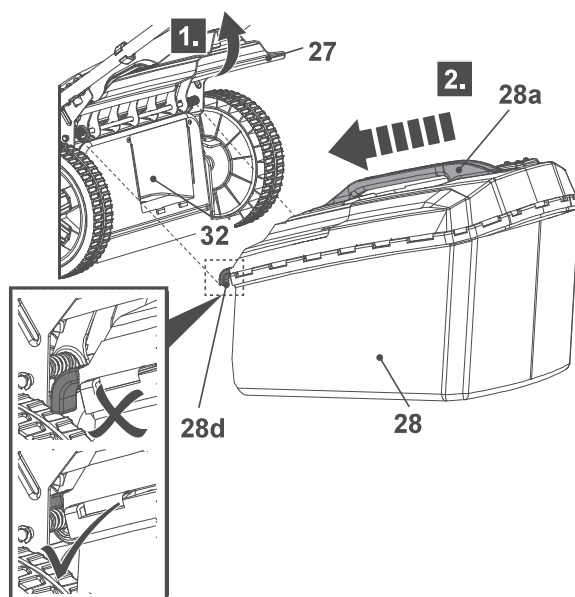

Fig. 5
4. Abra a proteção defletora traseira (27) e fixe-a na posição (Fig. 5, passo 1).
6. Alinhe os ganchos (28d) com a mola da barra e pendure o recipiente de recolha de relva na mesma (Fig. 5, passo 2).
7. Depois, solte cuidadosamente a proteção defletora traseira (27).